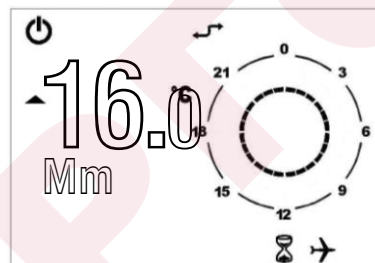

Рисунок 10 – Режим выключения по таймеру
- Режим **ВЫКЛЮЧЕНО ПО ТАЙМЕРУ (ПРОГРАММА НА ОТПУСК)**: показывается на дисплее символом песочных часов и самолета (Рисунок 10).
- В течение всего настроенного периода на дисплее будет показываться время, остающееся до окончания заданного периода (смотри Рисунок 10 на странице 17).